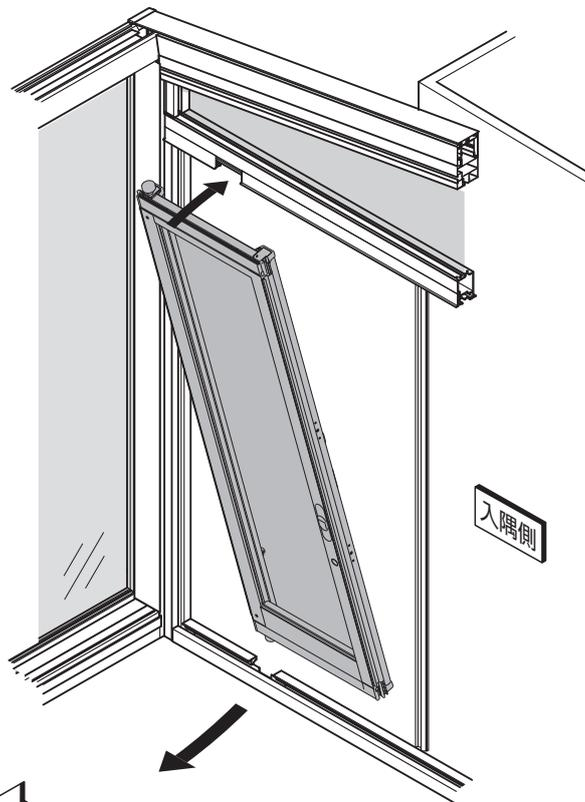

図6-1
- ①折戸パネルを1枚ずつ吊り込んでください。(図6-1参照)